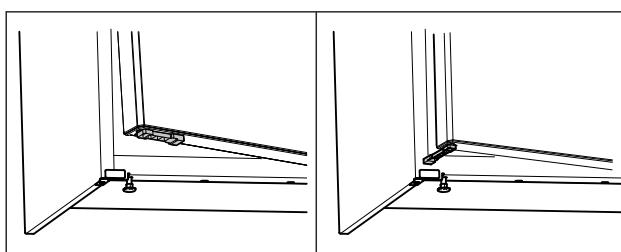

Fig. 59 *
- Завъртете ограничителя за отваряне на вратата на 90°. (виж Fig. 59) *